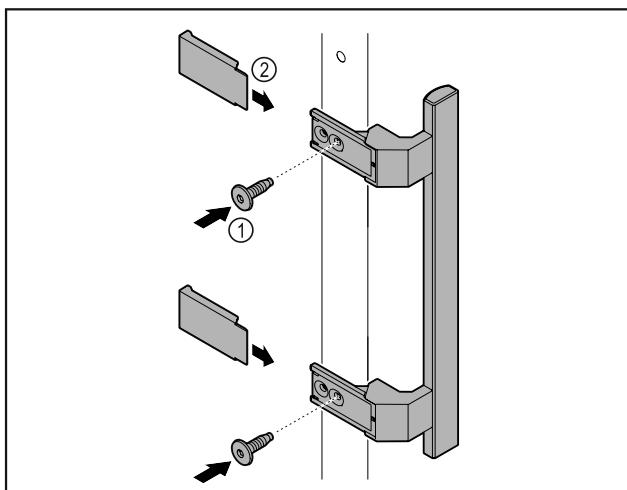

Fig. 8
- Τοποθετήστε τη λαβή από τη συσκευασία με τις βίδες Fig. 8 (1) στην πόρτα.
- Τοποθετήστε το κάλυμμα Fig. 8 (2).